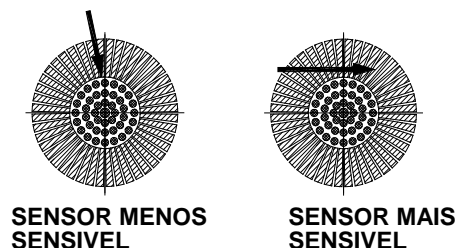

FIGURA 1
- O detector é mais sensível a movimentos transversais no seu campo de deteção, e menos sensível aos movimentos de alguém que se dirija na sua direção. (FIGURA 1)